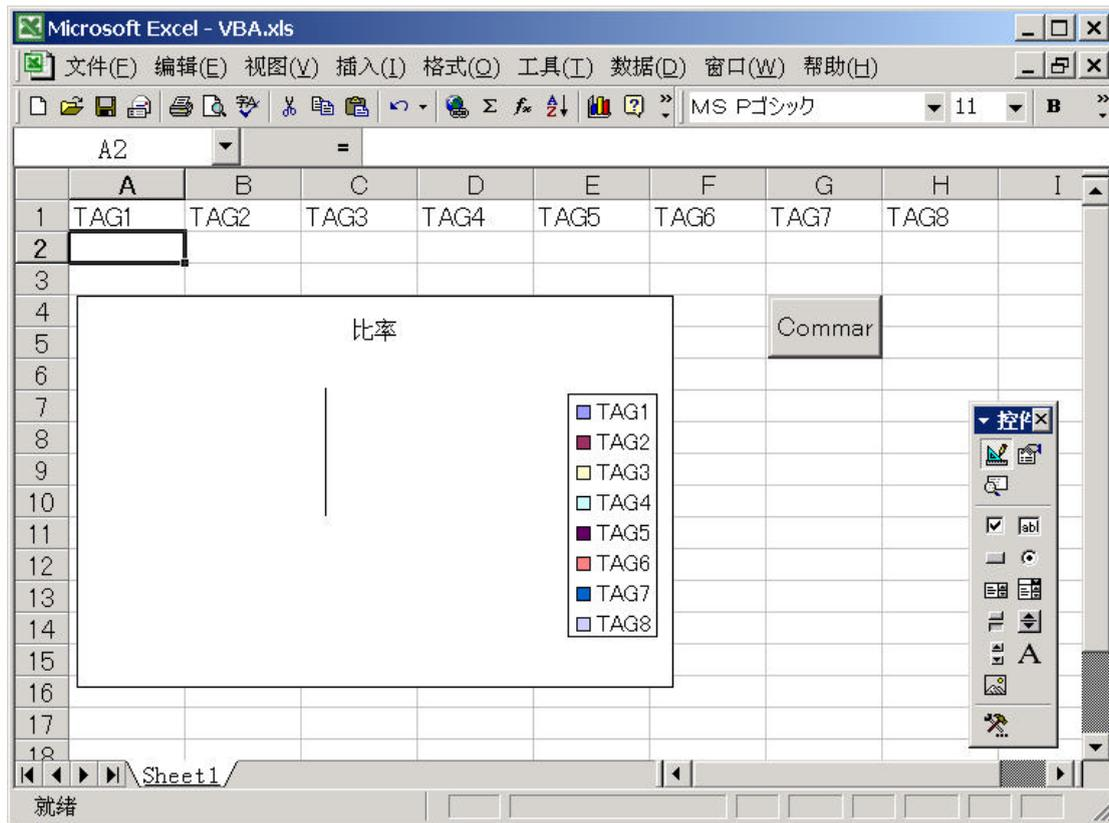

图 4-13 命令按钮的配置
- 2) 请选择控件工具箱内的[命令按钮]控件，并配置在工作表上（图4-13）。